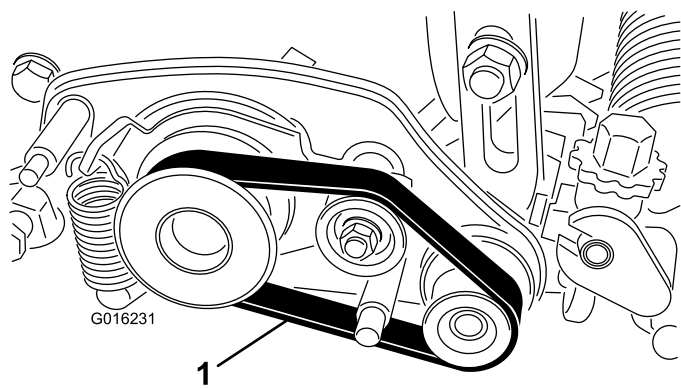

Figura 27
2. Retire la correa de la polea motriz, la polea tensora y la polea arrastrada (Figura 27).